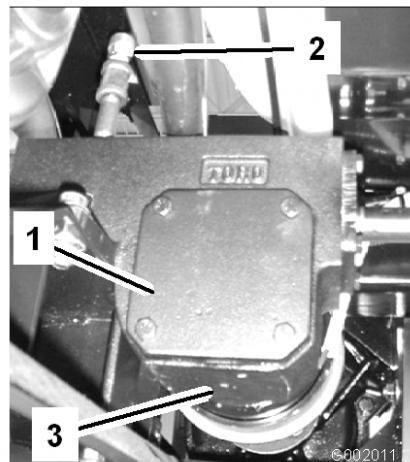

図 68
2. ドレン・プラグの下にオイルを受ける容器をおく(図68)。
3. 補給口プラグとドレン・プラグを取り(図68)、排出されるオイルを容器で回収する。